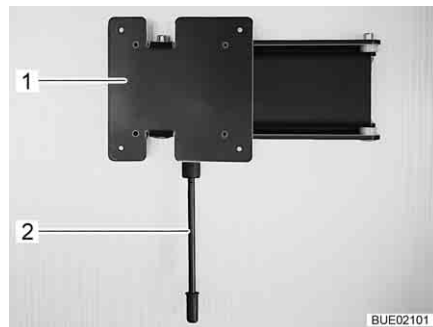

Bild 76 Vägghållare
- Dra låsspaken (Bild 76,1) nedåt och sväng fästet (Bild 76,2) med den platta bildskärmen till önskat läge.